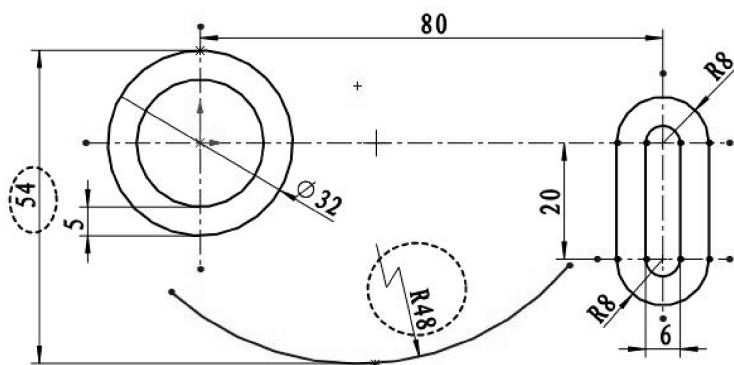

图 2-117 绘制下方的已知线段
- 单击 3 点圆弧(M) 按钮, 绘制下方的已知线段 (R48) 的圆弧, 如图 2-117 所示。